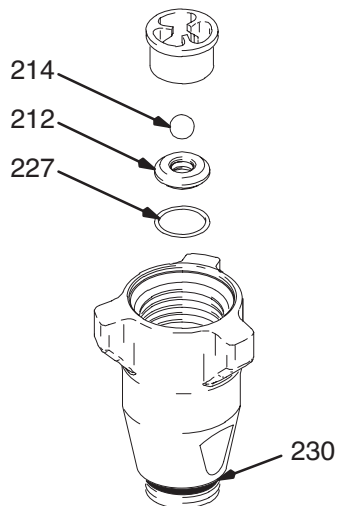

Рис. 23
Рис. 23. Соберите впускной клапан, установив новые уплотнительные кольца (227) и (230), седло (212) и шар (214). Седло может быть перевернуто и использовано другой стороной. Тщательно почистите седло.